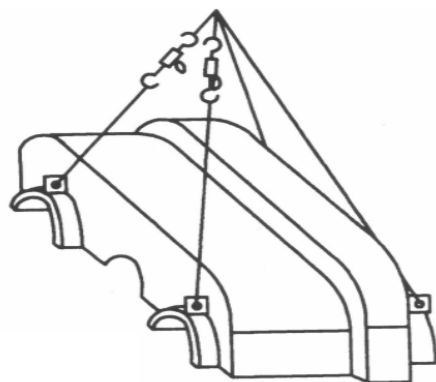
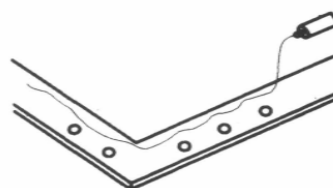

图 1-12 上箱体
图 1-13 结合面涂胶
3.4.1 仔细检查并清除下箱体上平面的锈斑和碰痕，清洗干净后按图 1-12 水平吊起，轻轻安放到下箱体上。打安定位销，拧紧靠近座孔处螺栓。待串油清洗完毕，拆除知轴承进口处滤网并空负荷试车后按图 1-13 涂上密封胶，盖好上箱体并拧紧所有螺栓。